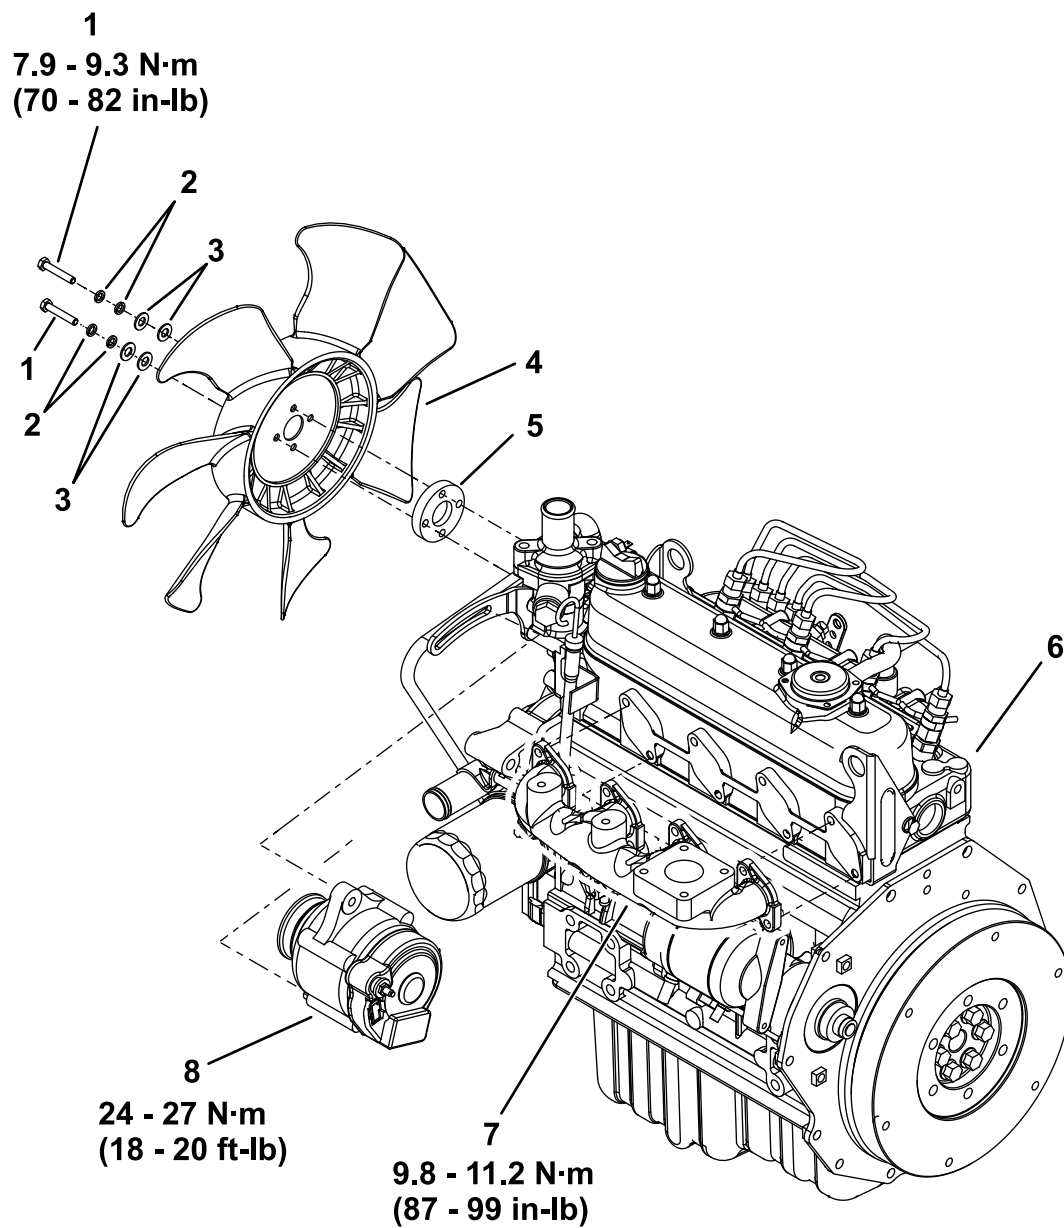

Bild 3
1. Entfernen Sie die unter Bild 3 dargestellten Teile vom alten Motor und bauen Sie diese an den neuen Motor an.